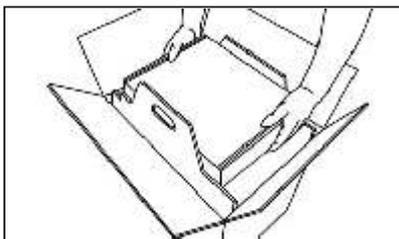

ABBILDUNG 1
1. Nehmen Sie den Zubehörsatz und das Poster von der Druckerverpackung und packen Sie die Zubehörteile aus (Abb. 1).